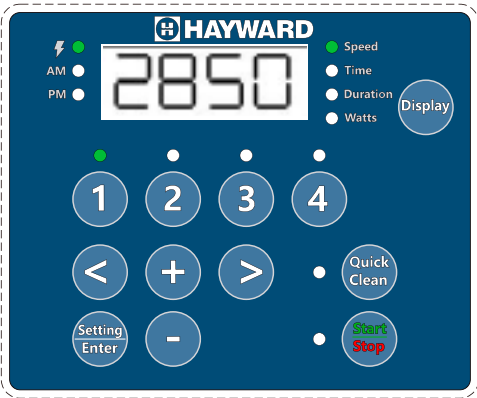

Figura 3
2. Prima "1". O LED SPEED 1 e o LED do parâmetro "Speed" ficam intermitentes durante a edição. **Ver Figura 3.**